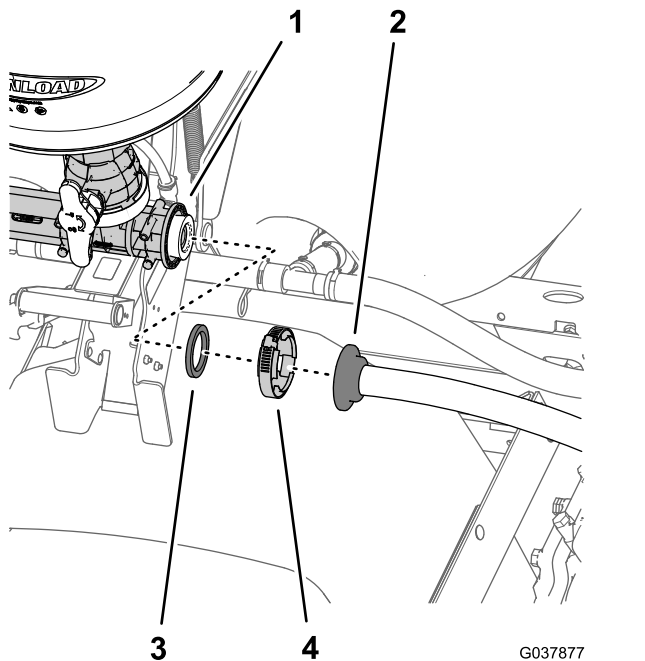

Рисунок 41
- Снимите шланговый хомут, который крепит прямой штуцер типа «елочка» шланга подачи эдуктора к впускному фланцу эдуктора (Рисунок 41).
- Отделите прямой штуцер типа «елочка» от эдуктора и снимите прокладку (Рисунок 41).